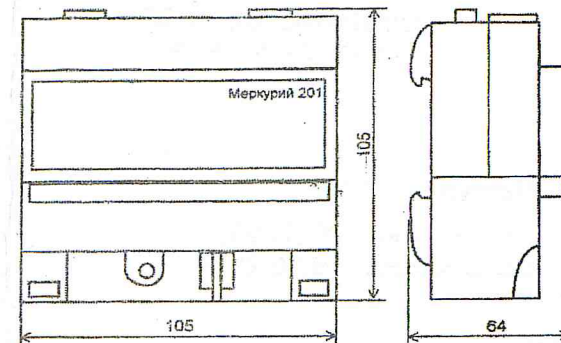

Рис. 1
6.1 Габаритные чертежи счётчиков «Меркурий 201.2» ... «Меркурий 201.6» приведён на рис. 1, «Меркурий 201.7» ... «Меркурий 201.82» - на рис.2.